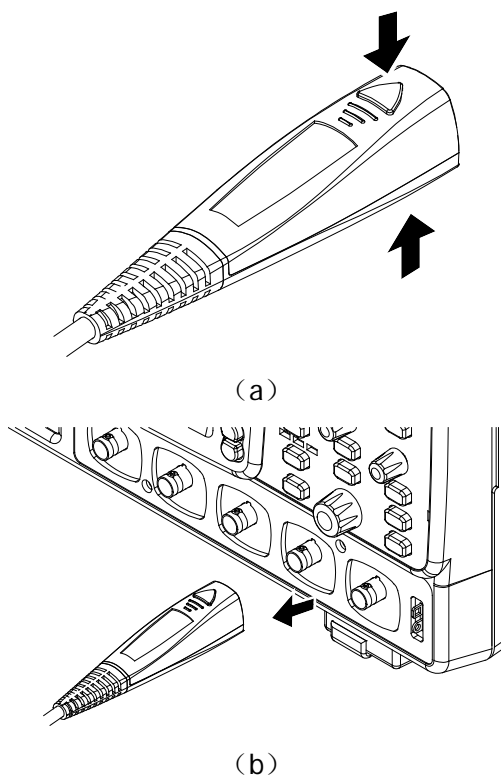

图 4 断开示波器
3. 需断开探头和示波器的连接时，按住探头连接器上下两侧的按钮，沿图 4 (b) 所示箭头所指方向将连接器从示波器的 BNC 连接器拔出即可。